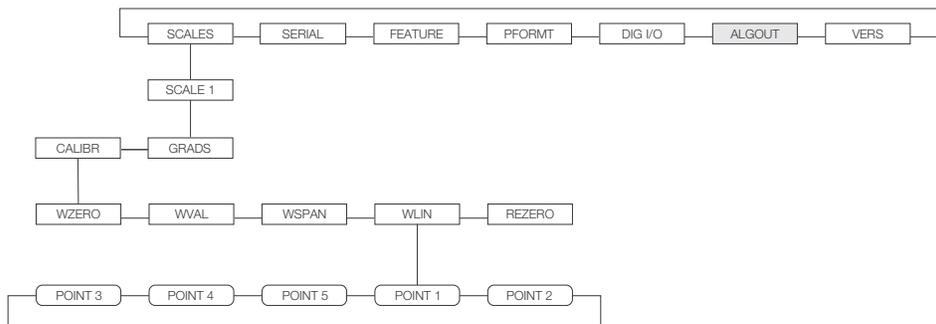

Figura 4-1. Submenú de calibración (CALIBR)
2. Con el menú *SCALES [BÁSCULAS]* resaltado, presionar la tecla **Down [Abajo]**, luego seleccionar la báscula de ser calibrada. Presionar **Down [Abajo]** de nuevo (el parámetro *GRADS* quedará resaltado), luego presionar **Left [Izquierda]** para hacer resaltar el submenú *CALIBR* (vean la Figura 4-1). Presionar **Down [Abajo]** para ir a la calibración del cero (*WZERO*). Vean la Figura 4-2 en la página 51.